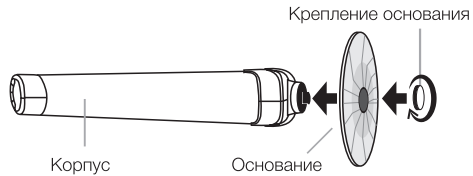

Рис. 5. Схема сборки прибора (2)
2. Установите основание на корпус прибора, закрепив его с помощью крепления основания, как это показано на рис. 5.